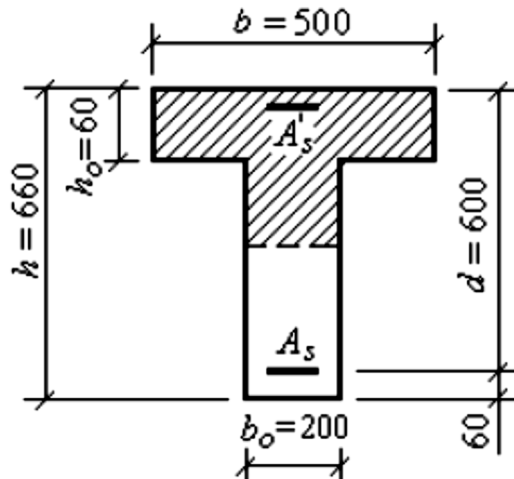

Fig.6
**Déterminer à l'ELU** les armatures de la section en T représentée sur la figure 6 et soumise à un moment  $M_u = 460 \text{ kN m}$ . Les armatures sont en acier  $Fe E 400$ . La résistance caractéristique du béton est  $f_{c28} = 20 \text{ MPa}$ ,